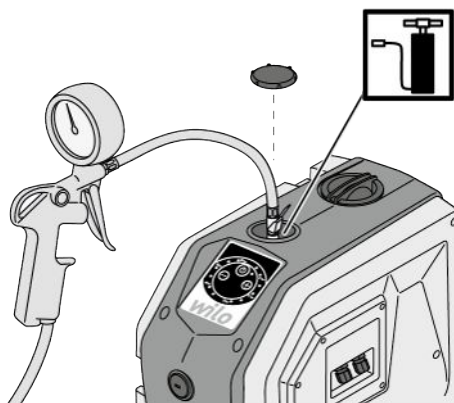
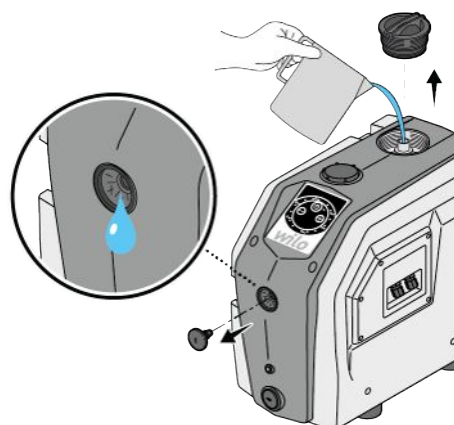

Fig. 7: Membrānas izplešanās trauka uzpilde
Fig. 10: Piepildīšana
1. Aizveriet sūkšanas puses un spiediena puses noslēdzošo aizbīdņi (Fig. 7, 1., 2. poz.).
1. Ja produkts ir instalēts iesūkšanas režīmā (Fig. 7), vienlaikus 5 sekundes paturiet nospiektus vadības taustiņus „+” un „-” (Fig. 10).